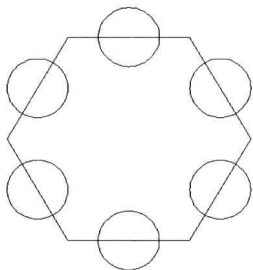
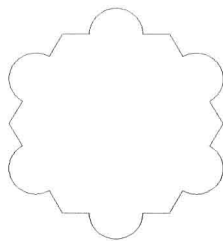

图 6-4-8
图 6-4-9
(1) 绘制正多边形和圆，如图 6-4-8 所示。
(2) 单击“常规”选项卡，在“绘图”面板中单击“面域”按钮，选择全部对象，按 Enter 键，命令行提示“已创建 7 个面域”。
(3) 选择菜单命令“修改/实体编辑/并集”，命令行提示“选择对象”，选择全部对象，按 Enter 键，7 个面域合并为一个面域对象，如图 6-4-9 所示。